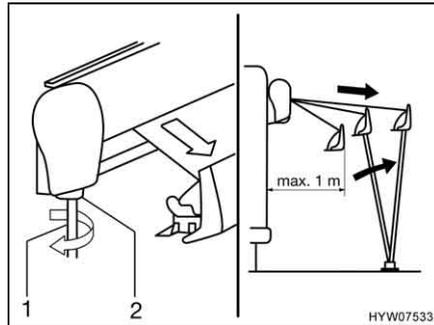

Bild 8 Köra ut markisen
- Stick in veven (Bild 8,1) i markisens bajonettfattning (Bild 8,2) och veva moturs.